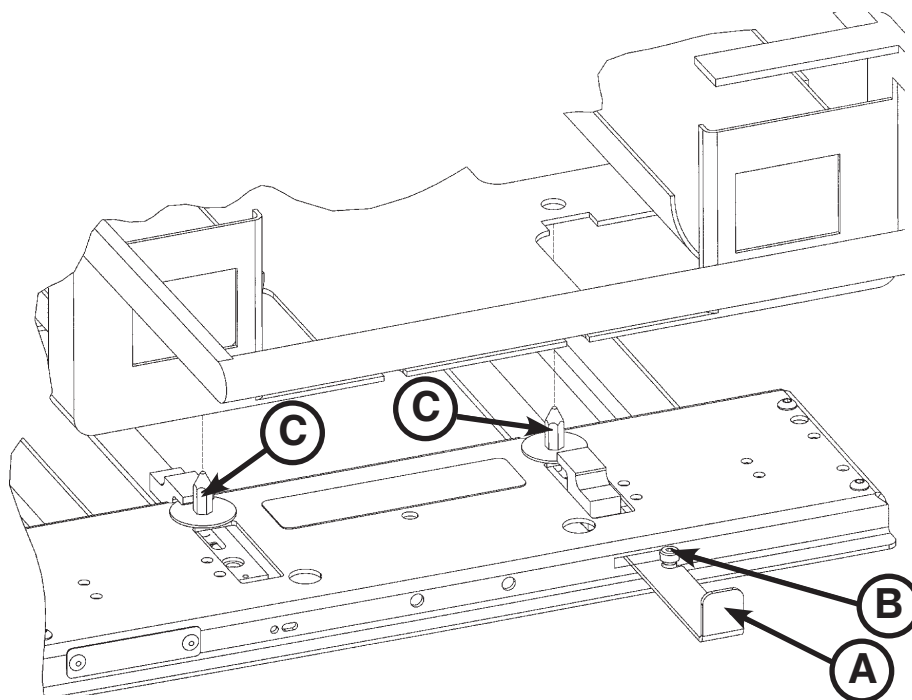

Figura 38: Incubadora Drager®
1. Tire del mango de cierre de color rojo (A) del adaptador y desplácelo hacia la derecha hasta que la ranura del mango encaje con el perno de tope (B) del adaptador, tal como se muestra en la figura 38.
2. Coloque la incubadora en el adaptador. Alinee los orificios de la incubadora con los cuatro pasadores (C) del adaptador (solo se muestran dos de los cuatro pasadores).